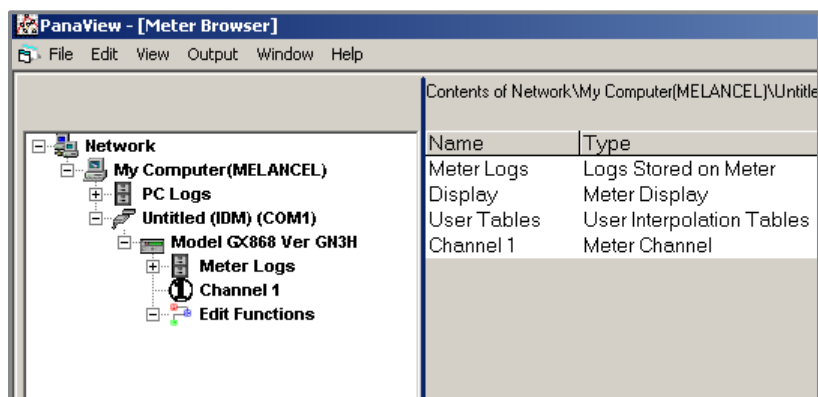

Рисунок 37: *New Meter Browser* (Поиск нового измерительного прибора) с веткой расходомера
5. Чтобы открыть конкретное меню, дважды щелкните по этому меню на дереве. Например, если вы дважды щелкните меню Site Edit (Редактирование объекта), откроется окно, показанное на рис. 37.